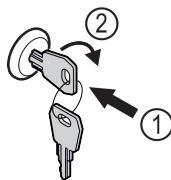

Fig. 165 Voorbeeld
- ▶ Sleutel erin duwen Fig. 165 (1).
- ▶ Sleutel 90° rechtsom draaien Fig. 165 (2).